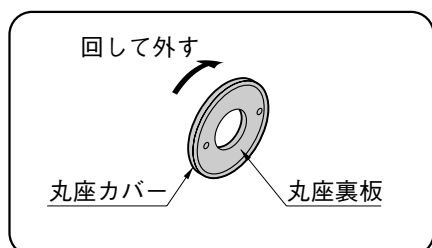

図6-1 LA丸座Bの丸座裏板取外し方法
- ① 図6-1を参照し、LA丸座Bから丸座裏板を取外し、丸座を門扉本体に取付けてください。
- ② 道路側からハンドルA(角芯付)を差込み、敷地側からハンドルBを取付け、締付ネジで固定してください。
- ③ フロントを取付けてください。